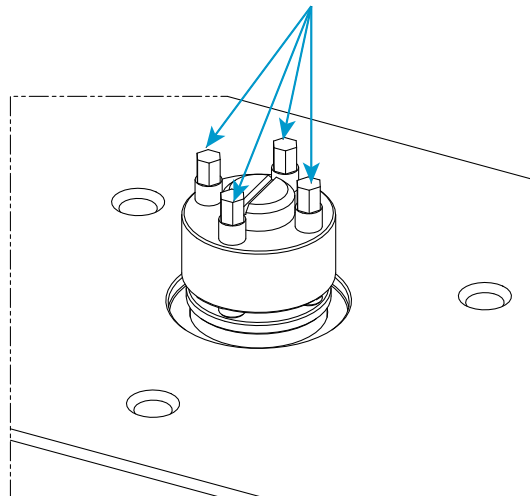

図22. メカニカル テンショナー アセンブリ
11. メカニカル テンショナー キットに付属の対応する 5mm 六角ドライブソケット (67-4-29) と一緒にトルクレンチ (80-9-11) を使用して、以下の手順に従ってメカニカル テンショナー 上の 4 本の位置決めねじ (99 ページの 図 22 に示す) を 14 N-m (10.3 ft-lb) まで締めます。